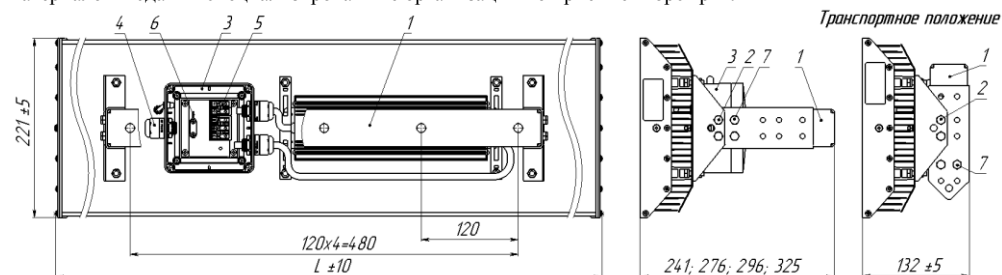

Рисунок 1
2.1 Светильники серии ДПУ39 «Геспер» (рисунок 1) предназначены для наружного освещения: общее освещение в тоннелях, освещение больших открытых территорий.
5.2 Скоба светильника находится в транспортном положении (рисунок 1). Для установки необходимой высоты крепления светильника отсоедините универсальную скобу (поз.1) отвернув четыре болта М6 (поз.7) и установите ее в одном из четырех предлагаемых по высоте положений, зафиксируйте скобу с помощью болтов М6 затянув гайками с усилием не менее – 5 Н.м.. Также, имеется возможность установки и регулировки светильника под углом до 70° от горизонтали, с помощью крепления скобы на двух болтах М8 (в комплекте не поставляются) через отв. 8,5мм.